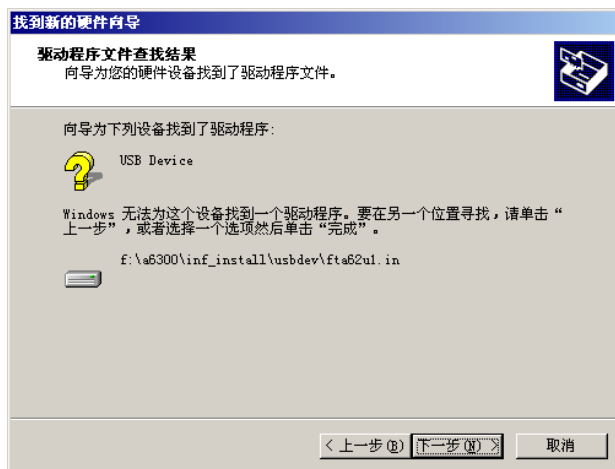

图 3-5
8. 安装向导提示找到了驱动程序安装，如图 3-5 所示，单击“下一步”。